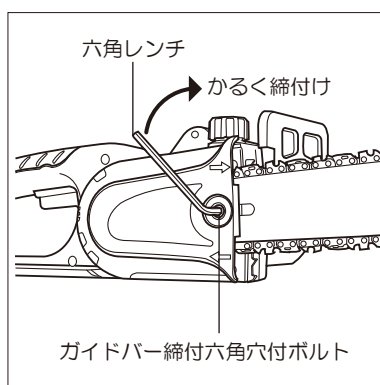

図16
⑥ガイドバー締付け六角穴付きボルトをネジ穴に差込み、付属の六角レンチでかるく締付けてください。(図16参照)
⑦ソーチェーンの張り方法(P.10)を参照して、ソーチェーンを張ってください。